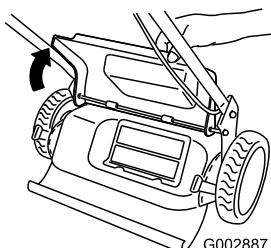

Figura 29
4. Alzate lo sportello posteriore e tenetelo alzato (Figura 29).